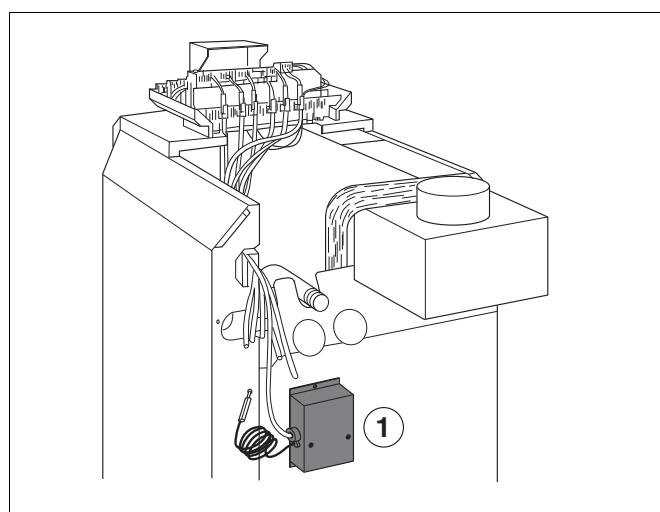

Abb. 2 Position Steuergerät G124 X - bzw. Gaz 5000F - 28/32
- ▶ Steuergerät der Abgasüberwachung mit zwei beiliegenden Blechschräuben anschrauben (Abb. 2 bis 5).